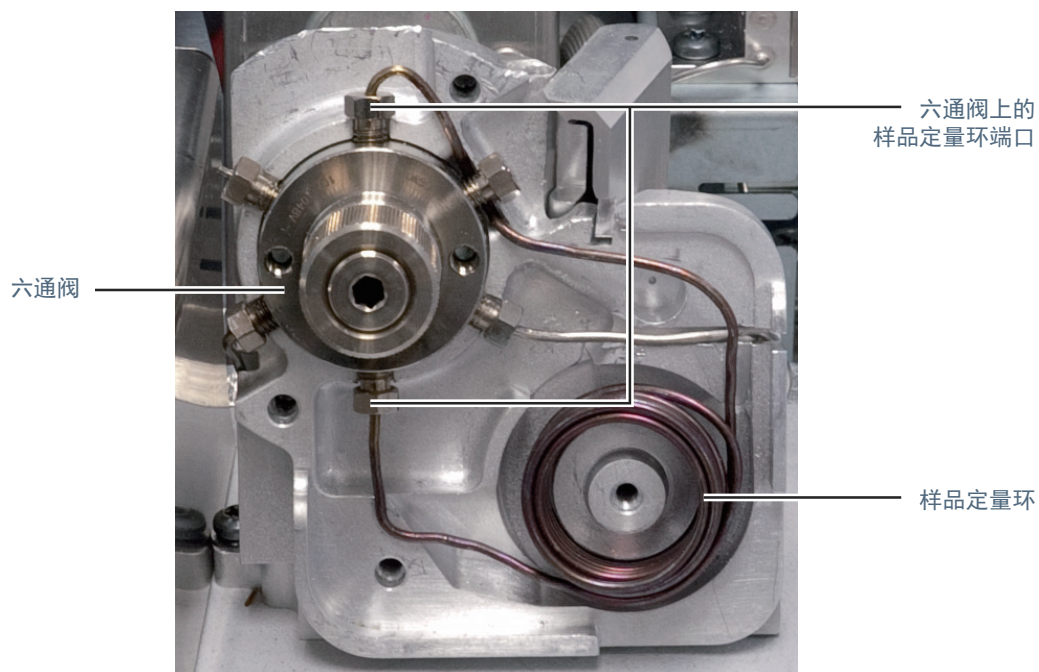

图 19. 断开样品定量环与六通阀的连接
- 7 使用 1/4 英寸扳手断开两个样品定量环与六通阀的连接 (图 19)。
- 9 卸下样品定量环 (图 19)。拉出拧松的取样探针接头，刚好可以将样品定量管滑到其下方。